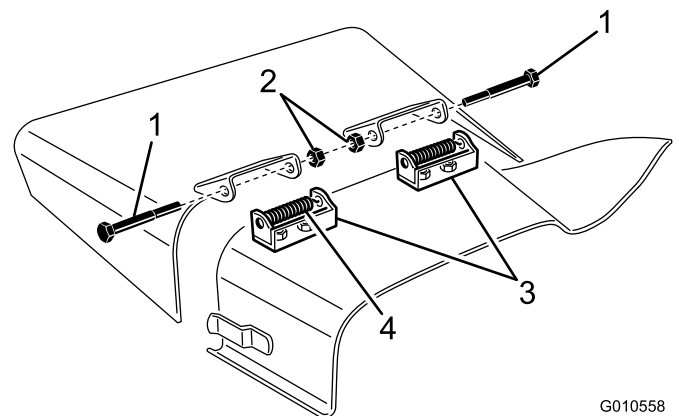

Figure 27
2. Retirez les 2 boulons, contre-écrous et ressorts qui fixent les supports du déflecteur aux supports de pivot (Figure 27).
3. Pour déposer les supports de pivot, retirez les vis de carrossier et les écrous (Figure 27).